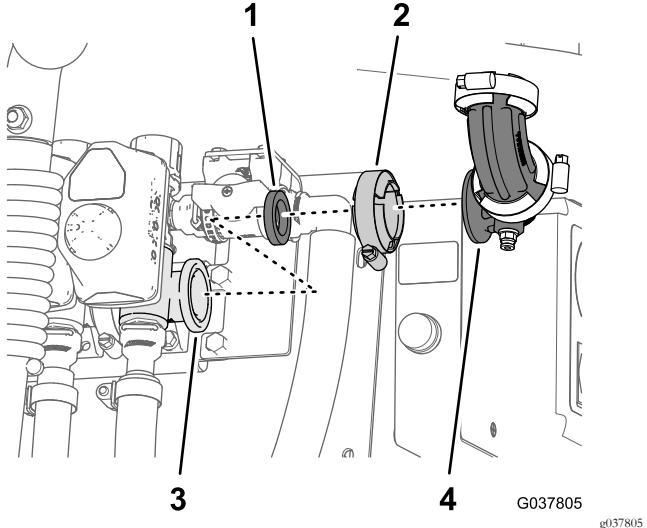

Bild 89
- Nehmen Sie die Flanschklemme, den 90°-Krümmer und die Dichtung am Flansch des rechten Auslegerabschnittventils ab (Bild 89).